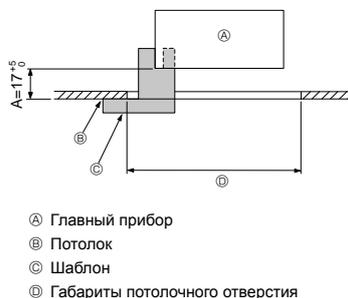

Fig. 2-6
6. Убедитесь в том, что операция A выполняется в пределах 17-22 мм. Несоблюдение данного предела может в результате привести к повреждению. (Fig. 2-6)